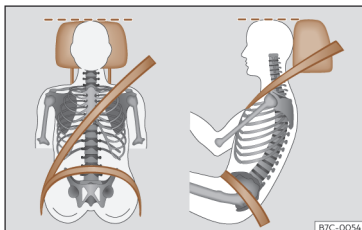

Fig. 14 Faixa do cinto de segurança e encosto de cabeça corretamente regulados.
- Ajuste o encosto de cabeça de modo a que o rebordo superior do encosto fique, na medida do possível, à altura da parte superior da cabeça, e nunca abaixo dos olhos¹⁾. Mantenha a nuca o mais próximo possível do encosto de cabeça >>> **Fig. 14.**
- Ajuste longitudinalmente o banco, de modo a poder carregar a fundo nos pedais com os joelhos ligeiramente fletidos e a ficar uma distância entre a zona dos joelhos e o painel de instrumentos de pelo menos 10 cm (4 polegadas) >>> **Fig. 14.**